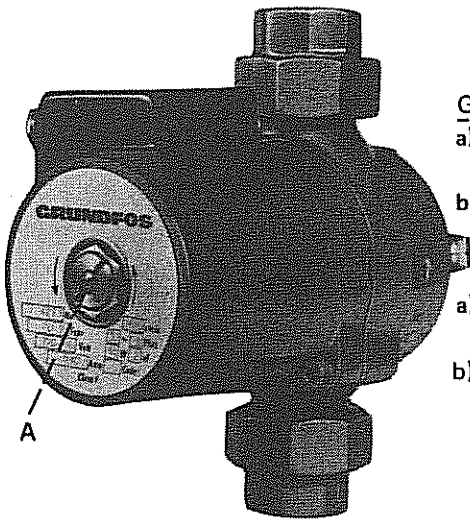

FIG. 1
**Pour les chaudières MG et CG (fig. 1) :**
**a) Réglage veilleuse (fig. 1 - 2 - 3):**
**b) Réglage brûleur (fig. 1 - 2 - 3):**
**Voor de MG en CG ketels (fig. 1) :**
**a) Waakvlam regeling (fig. 1 - 2 - 3):**
**b) Regeling brander (fig. 1 - 2 - 3):**
Grundfos (fig. 1) :
**A. - INJECTEUR VEILLEUSE (fig. 1) - WAAKVLAM (fig. 1) :**